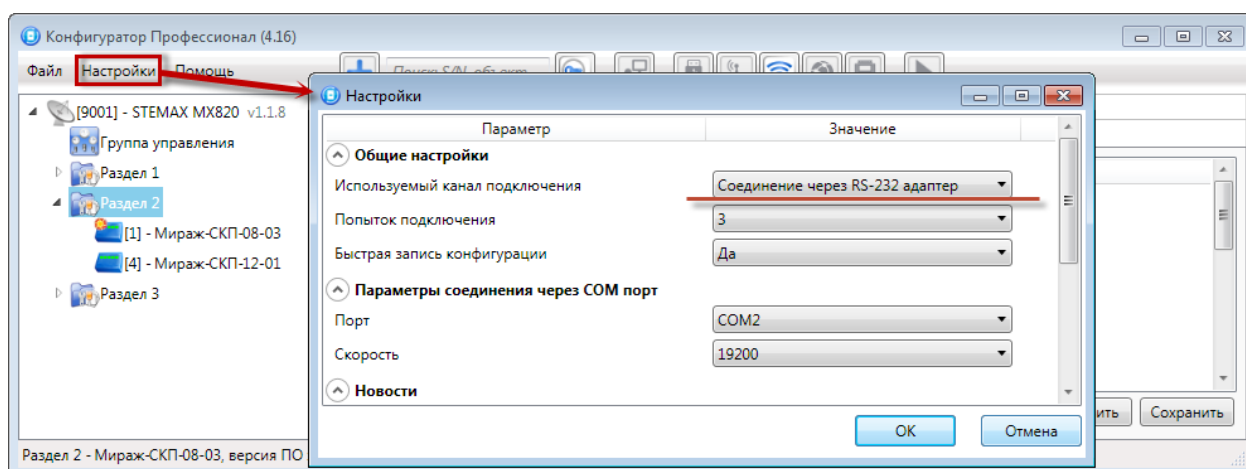

Рис. 11.14. Окно *Настройки*
- 2) Щелкните левой кнопкой мыши по меню *Настройки* в основном окне программы *Конфигуратор Профессионал*, в результате чего откроется окно *Настройки* (Рис. 11.14).